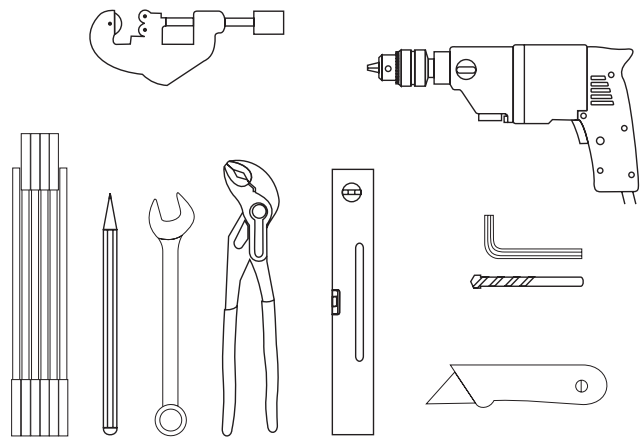

Bild 5 Werkzeug für CIRCO 5 Montage
- Das Werkzeug brauchen Sie für die Montage der CIRCO 5 Solarkeisstation: Bohrmaschine, Steinbohrer, Rohr- zange, Maulschlüssel etc. (Bild 5).